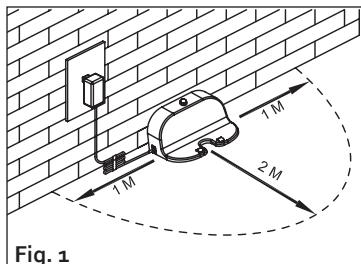

Fig. 1
- Assurez-vous de laisser un espace libre d'au moins 1 m à gauche et à droite de la station de charge. Prévoyez également un espace libre de 2 m devant la station de charge (Fig. 1). À défaut, il se peut que l'aspirateur ne retrouve pas la station de charge lorsqu'il doit se recharger.